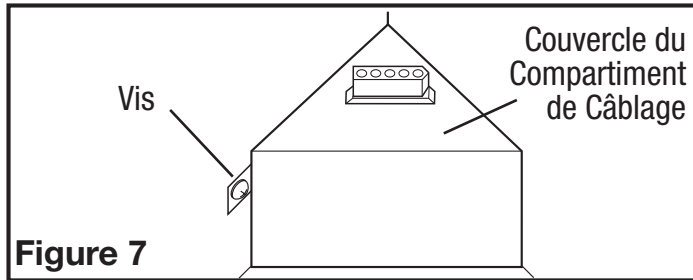

Figure 7
- 1b. Compartiment de Câblage Intérieur: Enlever les trois vis retenant en place l'assemblage de la soufflante et soulever pour sortir l'assemblage hors du châssis (**Figure 6**). Enlever la vis (ou les vis) du couvercle du compartiment à câblage et mettre ce couvercle dans un endroit fiable (**Figure 7**).